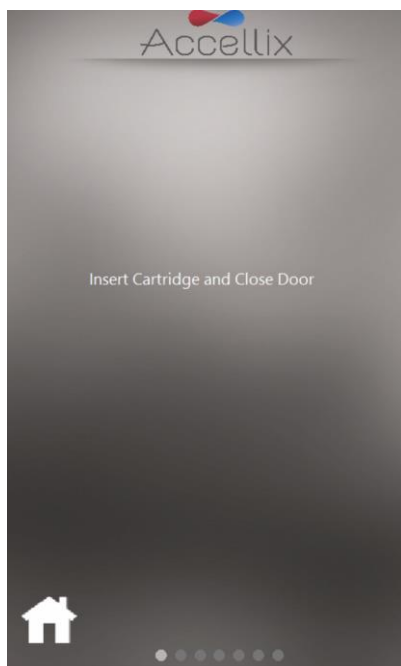

Figure 35 : écran Insérer une cartouche
**Remarque :** à partir de là, les points gris mis en surbrillance au bas de l'écran indiquent l'étape en cours de la procédure de test. (Voir la Figure 35)
4. Lorsque l'instrument vous y invite (Figure 35), ouvrez la porte en appuyant à l'angle avant droit de la porte et en relâchant. Insérez ensuite la cartouche dans l'instrument en l'enfonçant à l'aide de la poignée supérieure. Lorsque la cartouche est insérée, poussez un peu plus la poignée sur le côté droit jusqu'à ce que vous entendiez et sentiez un clic, afin de vous assurer que la cartouche est insérée à fond dans l'unité de traitement des cartouches de l'instrument.